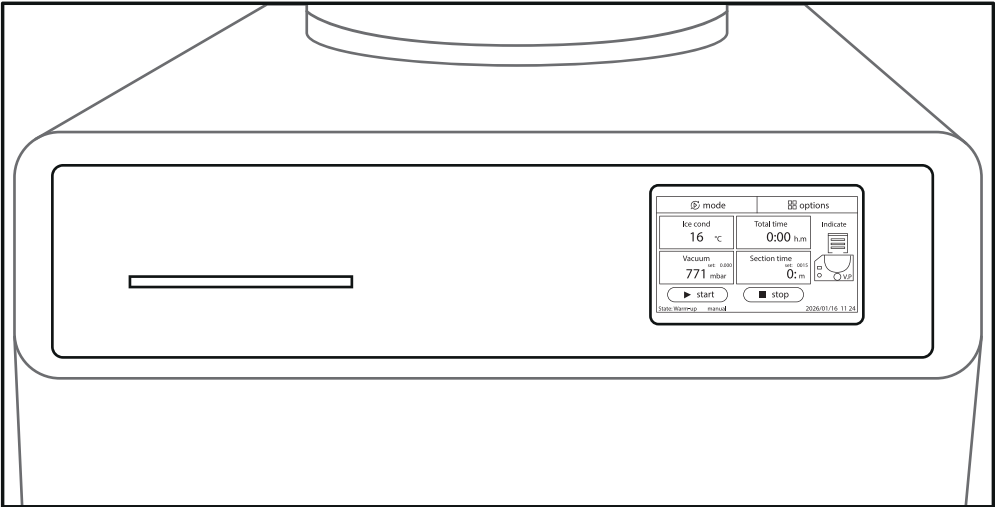

Figura 44.
21. La pantalla se encenderá y se dará el proceso de inicialización y autocomprobación del liofilizador. La instalación ha sido completada (Figura 44).